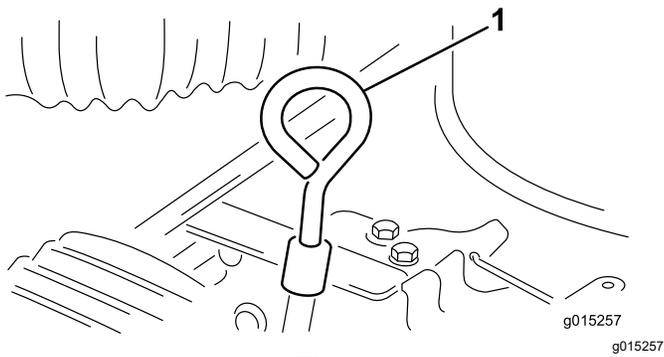

图 8
2. 清洁量油尺周围的区域防止灰尘落入注油孔并损坏发动机。图 8